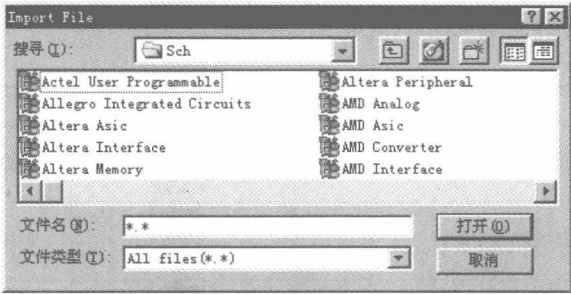

图 1-10 “Import File”对话框
- 9) Import: 将其他文件导入到当前设计库, 成为当前设计数据库中的一个文件, 选择此命令, 将会显示“Import File”对话框, 如图 1-10 所示。选择所需要的文件, 将此文件包含到当前设计库中。